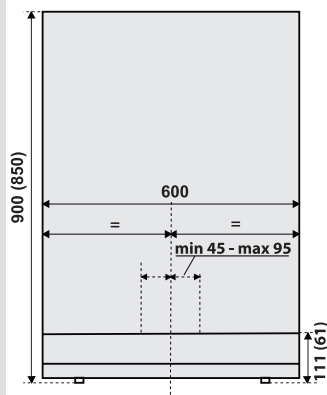

рис. 2
- Тримачи скляні дверцята за нижній край, акуратно підніміть дверцята щоб зняти їх із кріплення. (Рис. 2)
Перед установкою ми рекомендуємо розмістити прилад і вирівняти його відповідно до ваших вимог за допомогою регульованих ніжок (див. розділ Встановлення рівня приладу та додаткова підтримка). Будь ласка, зверніться до рис. 2, що ілюструє розміри вбудованого приладу зі встановленим кутовим кронштейном і повністю втягнутими регульованими ніжками.
- Олівцем позначте середину приладу на стіні над отвір в нижній частині приладу. Потім зробіть ще одну позначку на відстані від 45 до 95 міліметрів правіше від середини (рис. 2).